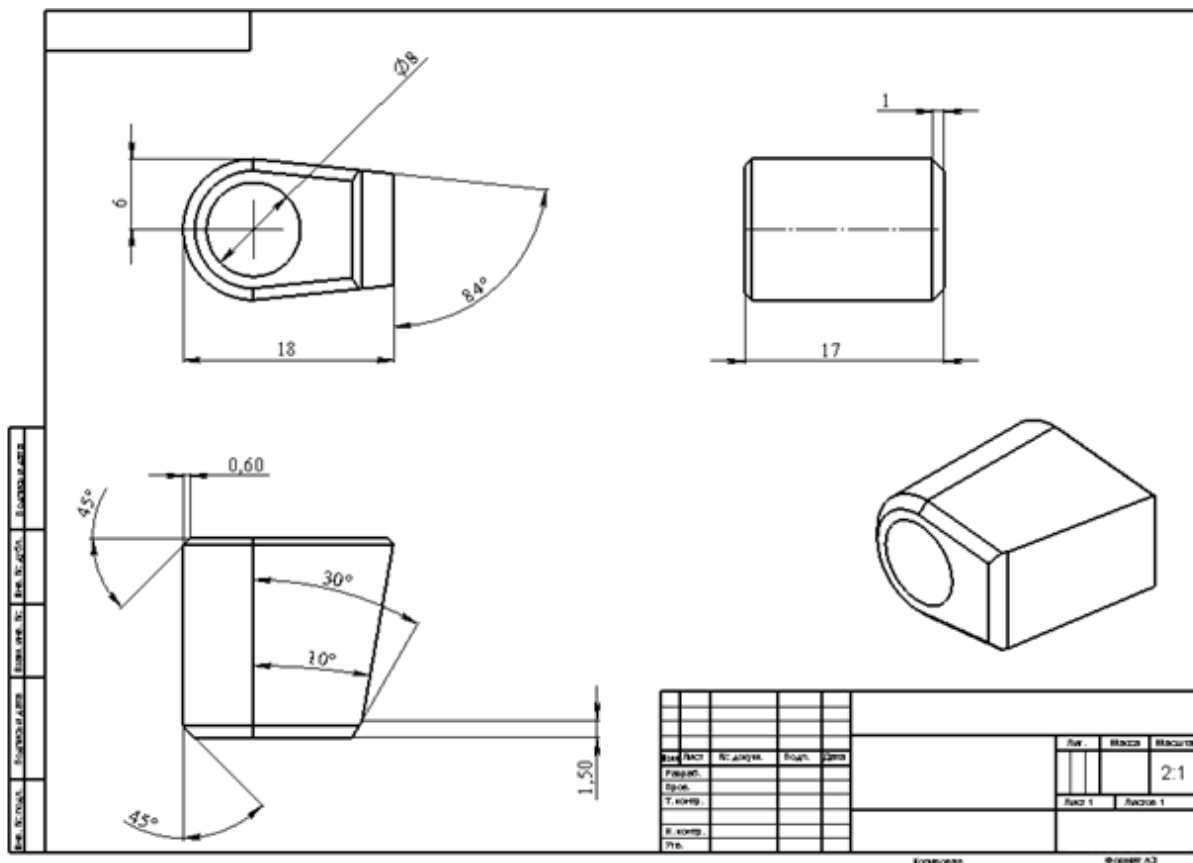

Рис. 16
1. Скопируйте размер 17мм из **Чертёжного вида 2** в **Чертёжный вид 3**. Для чего: нажмите клавишу **Ctrl**, выберите размер 17мм в **Чертёжном виде 2** и переместите его внутрь границ **Чертёжного вида 3** (рис. 16).
- Нажмите клавишу **Shift**, удерживая её, нажмите на любой из выбранных размеров и переместите их внутрь **Чертёжного вида 3**. Размер переместился из **Чертёжного вида 2** в **Чертёжный вид 3**. (рис. 16)